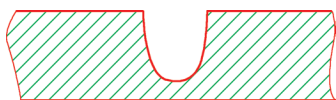

图 2
(1) 焊前准备 清除缸盖待焊部位表面油污，采用碳弧气刨将裂纹刨开，刨开后的断面近似为U形坡口，坡口如图2所示。坡口宽度为13~15mm，深度为14mm左右，因坡口是使用碳弧气刨手工创制的，不太规则，故只画出大体示意图，尺寸、角度不再标注。刨完后进行渗透检测，确保裂纹彻底清除干净后对坡口表面进行清理，因裂纹位于缸盖凹槽内，很难采用磨光机进行清理打磨，故采用锉刀和砂纸对坡口表面进行手工清理，直至露出金属光泽。
(2) 焊接材料及设备 焊条采用镍基铸铁焊条Z308，选用 $\phi 3.2\text{mm}$ 和 $\phi 4\text{mm}$ 两种规格。焊条使用前经150℃烘焙2h，放在焊条保温桶内随用随取。焊接设备ZX7—500型焊机，直流正接。
(3) 焊接参数 焊接参数如附表所示。
(4) 焊接步骤及注意事项 第一，打底焊。采用直流正接法。打底层采用 $\phi 3.2\text{mm}$ 的焊